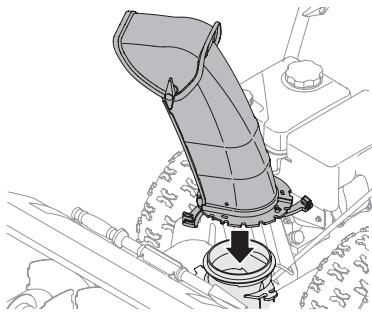

Figure 2-9
7. Positionnez la goulotte au-dessus de sa base, bien en place sur l'adaptateur. Voir Figure 2-9.